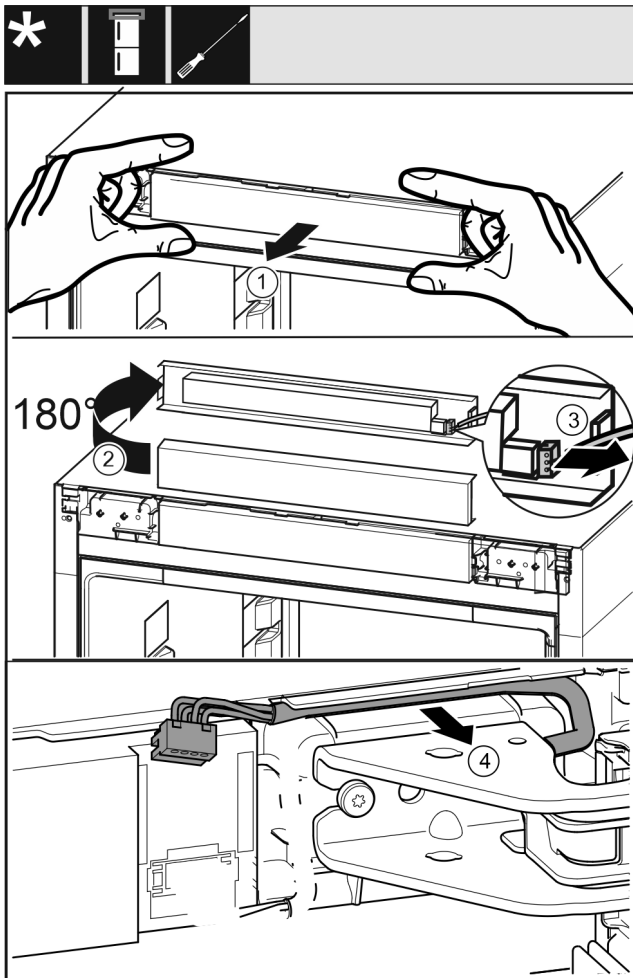

Fig. 6
- ▶ Bedieningspaneel van het apparaat voorzichtig naar voren toe losmaken. Fig. 6 (1)
- ▶ Bedieningspaneel omhoog met 180° draaien. Fig. 6 (2)
- ▶ De grendelnok naar achteren drukken en de stekker er voorzichtig uittrekken. Fig. 6 (3)
- ▶ Kabel via de lagerbus voorzichtig uit de geleiding losmaken. Fig. 6 (4)